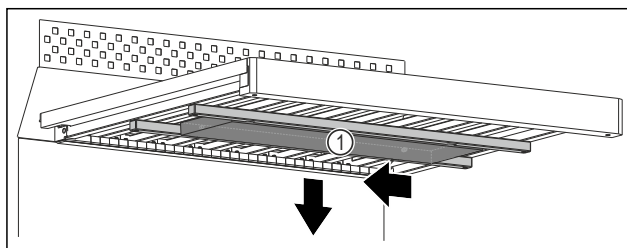

Fig. 106
- Nádržku na vodu *Fig. 106 (1)* posuňte doleva.
- Nádržku na vodu *Fig. 106 (1)* sejměte dolů.